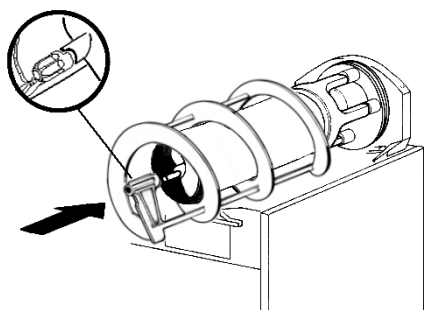

figure 14
**6** Enfiler la spirale extérieure sur l'évaporateur en accouplant son extrémité antérieure à l'arbre de l'hélice intérieure et en faisant coïncider ses dents avec les dents d'entraînement (voir figure 14).